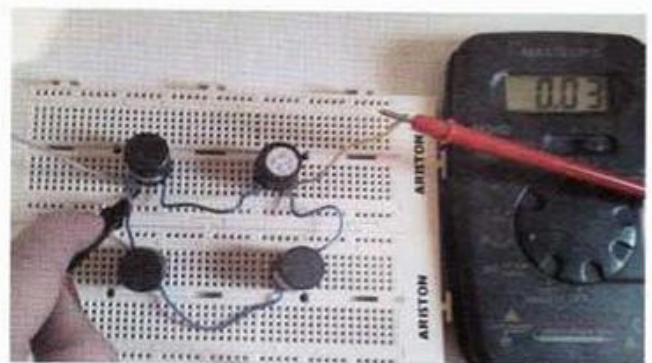

Fig. 4.31.
5. Repite la operación con el circuito 2 (Fig. 4.31).